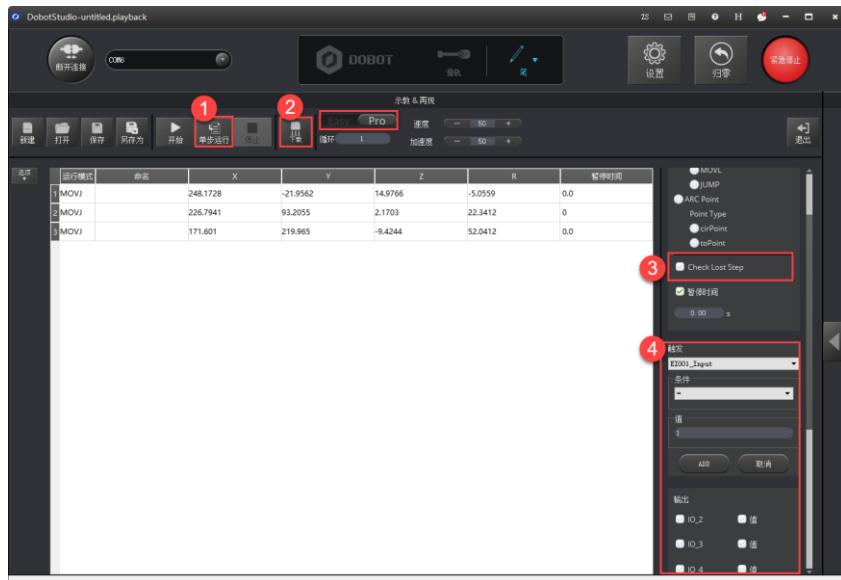

图 5.19 示教再现高级模式界面
- Pro模式：通过单击“Easy/Pro”按钮从当前的示教再现Easy（普通）模式切换至Pro（高级）模式，如图 5.19所示。在高级模式下除了可以实现默认Easy模式下的功能，还可以执行单步运行、检查机械臂是否丢步、脱机运行和I/O复用功能。详细功能如表 5.8所示。